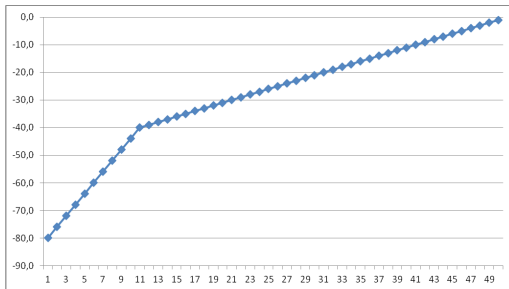

Abb. 1
1. Lautstärkeskala #1 – Diese Skala eignet sich für die Lautsprecher mit normaler Effizienz (Abb. 1) (Werkseinstellung)